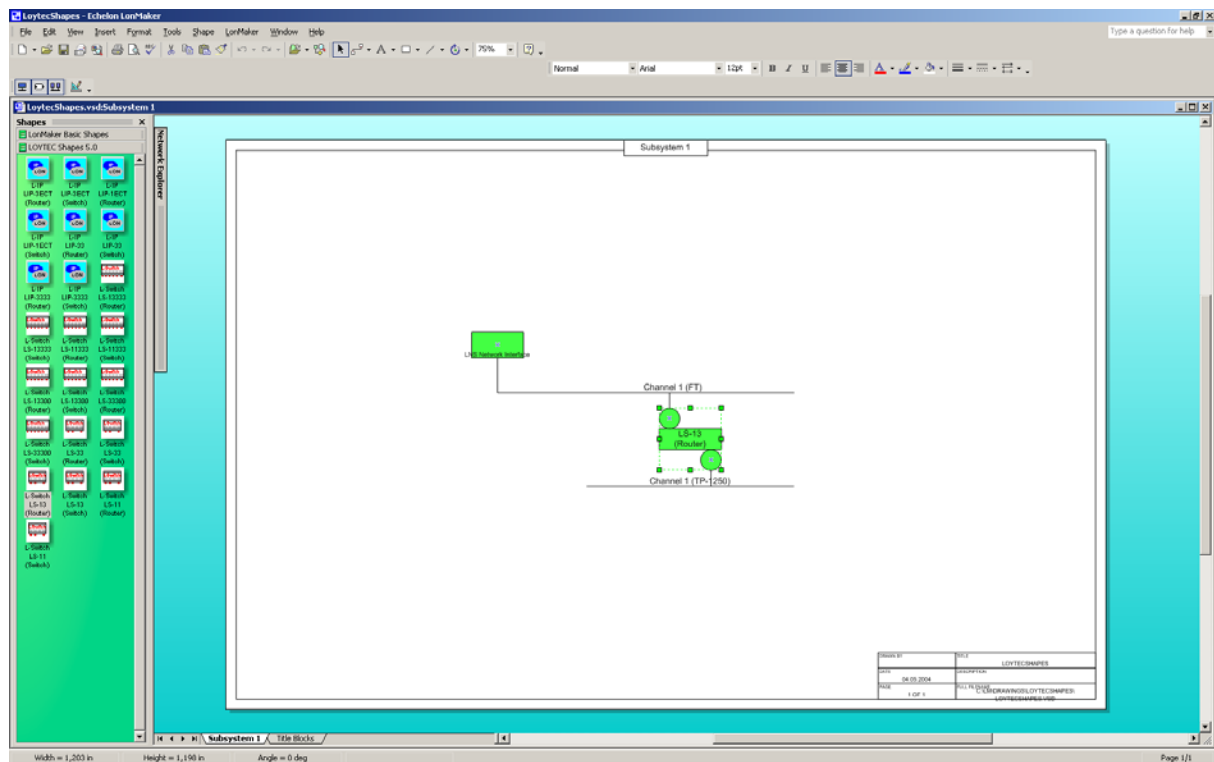

Abbildung 14: Der L-Switch ist kommissioniert und funktionsbereit
8. Nach dem Kommissionierungsprozess erscheint der L-Switch grün in ihrem LonMaker-Drawing (siehe Abbildung 14). Der L-Switch ist nun kommissioniert und funktionsbereit.